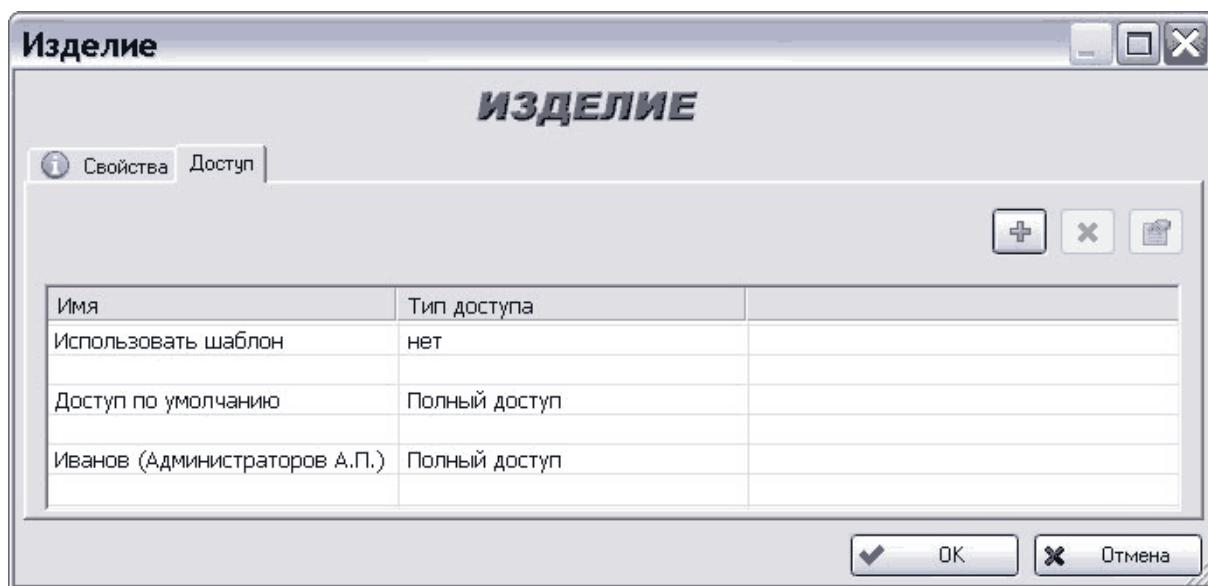

Рис. 31
- Нажмите на кнопку **Добавить**. После этого пользователь или группа появятся в списке на вкладке **Доступ** (Рис. 31).